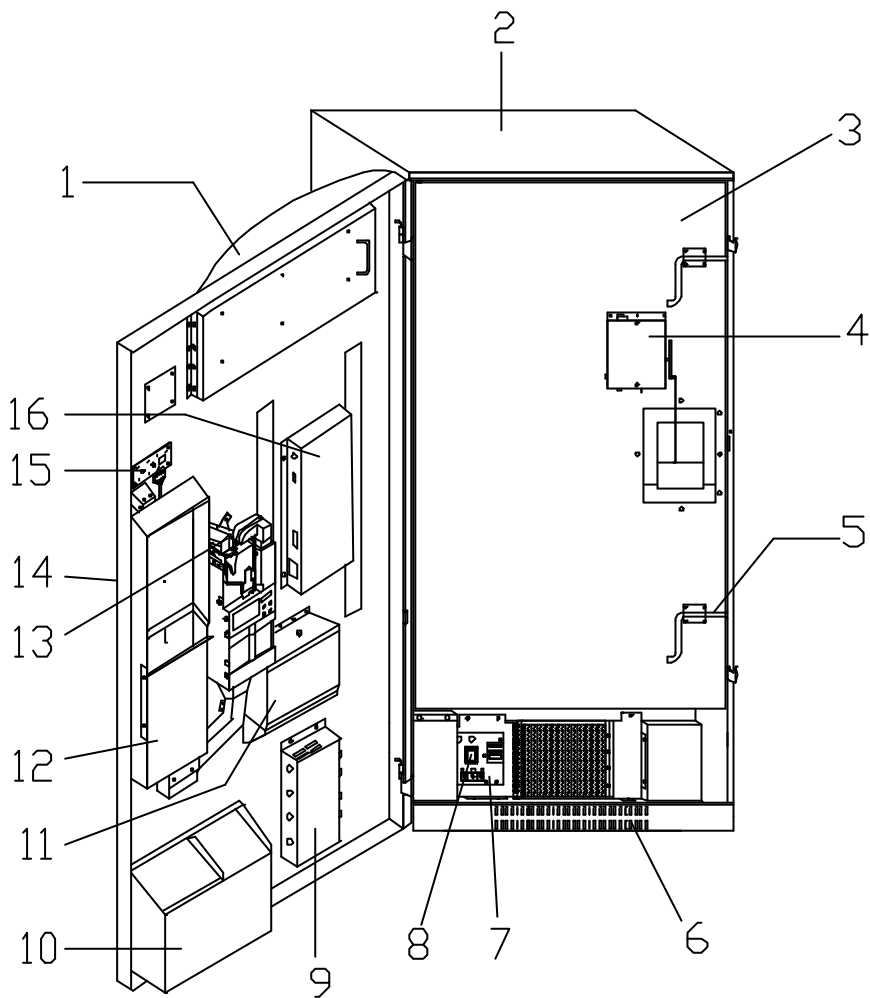

figura 1.03
- La *tarjeta relés* contiene los relés que controlan la conexión del compresor, resistencias de desescarche y luz del expositor. La conexión de estos sistemas que operan a 220 VAC se sincroniza con el paso por cero de la tensión. Esta tarjeta está situada dentro del elemento 7 llamado escuadra transformador (figura 1.03).
- La *tarjeta de control display/botonera* contiene el circuito de control del display LCD, del zumbador y conexiones para el display, botonera de selección de producto y pulsador de recuperación. Está situada en el bloque 14 llamado conjunto botonera (figura 1.03). Está gobernada por la tarjeta de control con la cual se comunica utilizando el bus RS485.
⚡ El grupo de refrigeración, fluorescentes, turbina, resistencias calefactoras y transformador funcionan a 220 VAC, por lo no se debe actuar sobre ninguno de estos elementos de la máquina sin desconectar la clavija de red. De la misma forma no se debe actuar sobre la caja de reactancias y cebadores (elemento 9 de la figura 1.03) ni sobre la escuadra transformador (elemento 7 de la figura 1.03) sin desconectar la clavija de red puesto que en ambos conjuntos podemos encontrar cables con 220 VAC y elementos que funcionan a esa tensión.